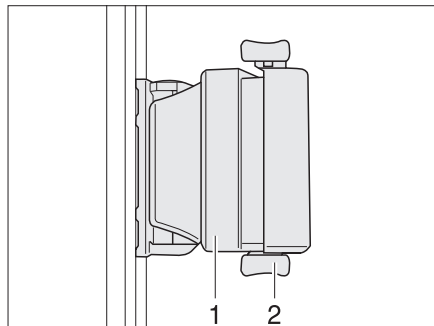

Bild 59 Schiebefenster mit Druckverriegelung
- Verriegelung (Bild 59,2) nach oben drücken.
- Griff (Bild 59,1) drücken und gleichzeitig nach vorn oder hinten schieben.